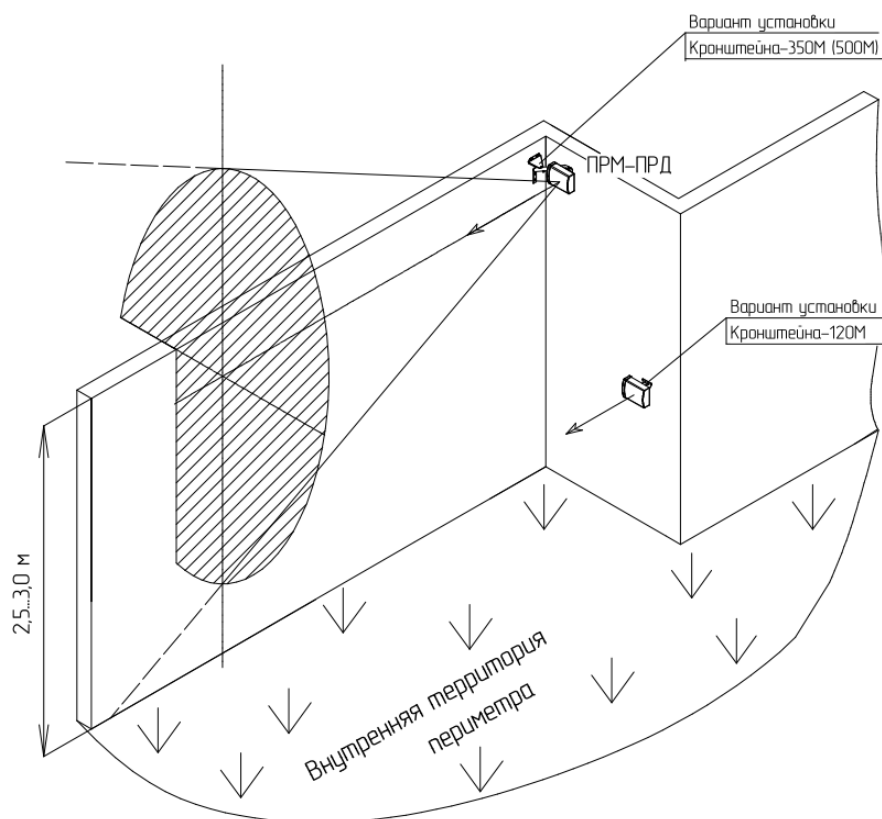

Рисунок 2.4 - Примеры установки извещателя с применением выносных кронштейнов 500, 350, 120М
- Кронштейн-500 (вынос 500 мм) рекомендуется применять, если верх заграждения «закрит» средствами физической защиты (АСКЛ, АКЛ и т.п.) (см. рисунок 2.4);
- Кронштейн-350 (вынос 350 мм) рекомендуется применять, если по верхней части заграждения отсутствуют средства физической защиты (см. рисунок 2.4);